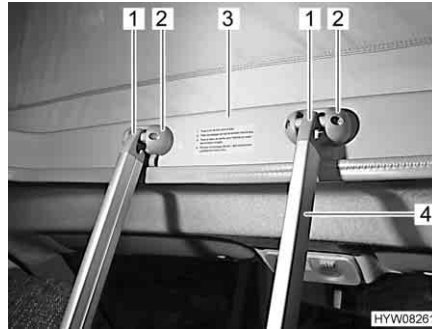

Bild 32 Aufstiegsleiter
Das Bett im Aufstelldach immer über die serienmäßig beigelegte Aufstiegsleiter (Bild 32,4) besteigen.
- Leiter mit beiden Bügeln (Bild 32,1) in die Krampen (Bild 32,2) am Rahmen (Bild 32,3) des Aufstelldachs einhängen.